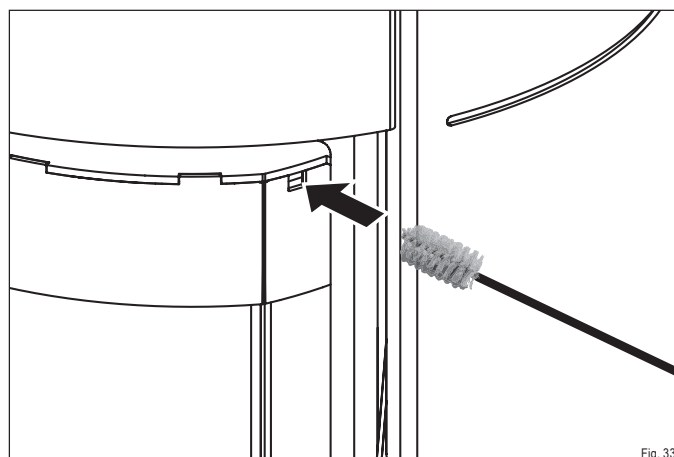

Fig. 33
- ▶ Insérez la brosse fournie dans l'ouverture de nettoyage (Fig. 33).